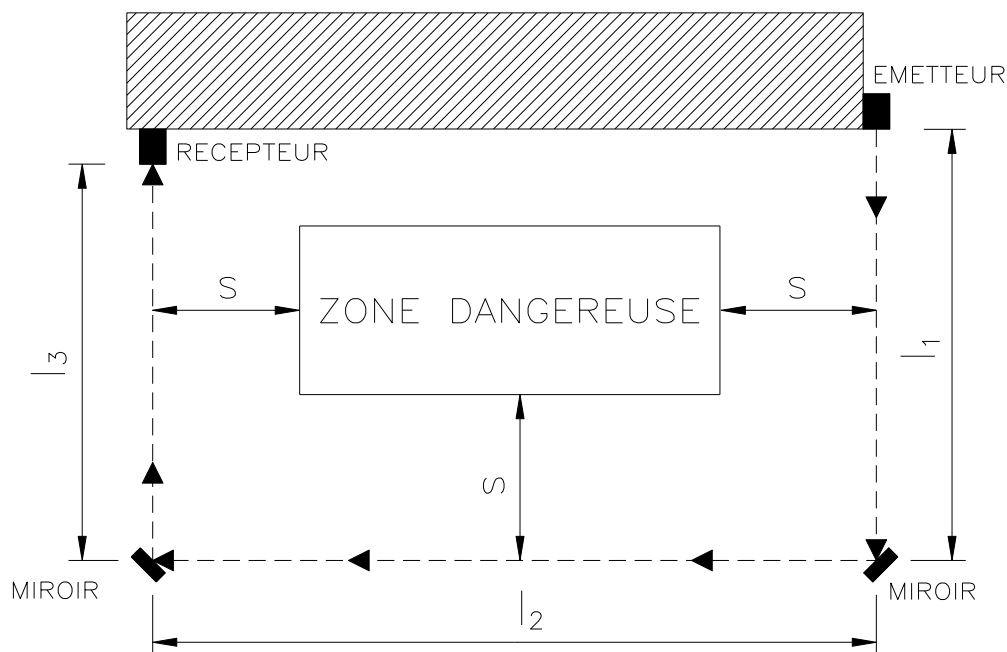

Figure 7 - Miroirs de déviation
- Placer les miroirs de manière à ce que la distance minimale de sécurité S (Figure 7) soit respectée sur chacun des côtés d'accès à la zone dangereuse.